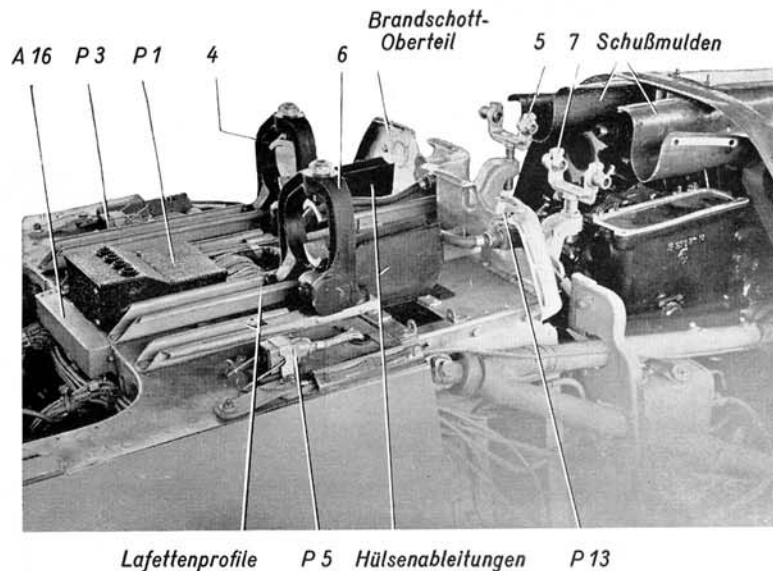

Abb. 52: Lafette mit Lagerungen.
gehörende Brandschott-Oberteil (untere Hälfte) an der Lafette gemäß Abb. 52 an-
h) Einbauen der vorderen und hinteren Lagerungen (s. Abb. 52): Die Lagerungen sind in den im Abschn. A II/1 b beschriebenen Zustand zu verbringen, also: